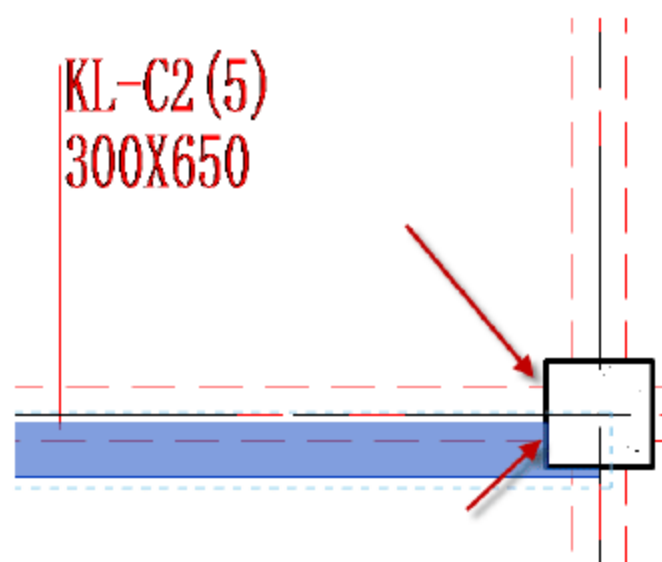

图 4.2.25 调整矩形梁的位置
(25) 调整矩形梁 KL-C2 的位置, 选中矩形梁 KL-C2, 按快捷键 M+V, 移动矩形梁的位置, 使其与梁线对齐, 如图 4.2.25 所示。